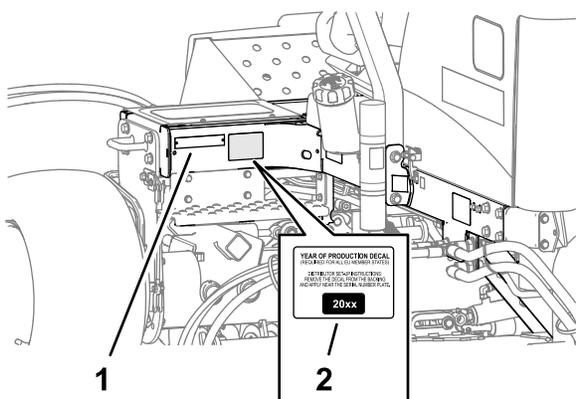

Figura 37
1. Limpe a estrutura à esquerda próxima à placa de série/modelo com álcool e aguarde até que a estrutura seque (Figura 37).
2. Retire a camada de proteção e aplique o adesivo de ano de fabricação à estrutura próximo à placa de série conforme mostrado na Figura 37.